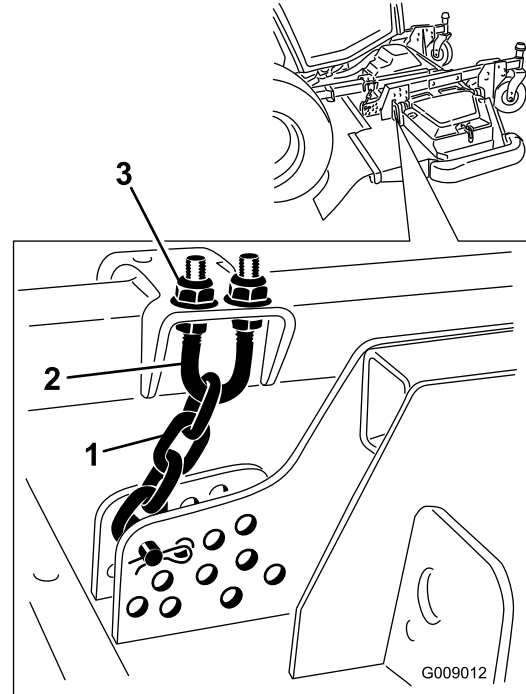

Bild 95
5. Lockern Sie die Klemmmuttern an der Ober- oder Unterseite des U-Bügels an der Schnitthöhenkette (Bild 95).